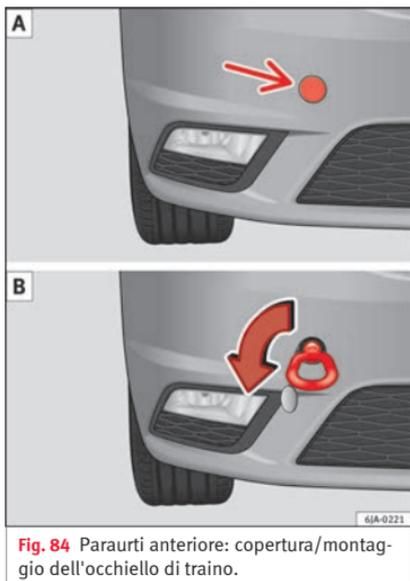

Fig. 84 Paraurti anteriore: copertura/montaggio dell'occhiello di traino.
- Premere sulla zona sinistra della copertura dove è situata la freccia »» **fig. 84** **A**.
- Avvitare a mano l'occhiello da traino girandolo a fondo verso sinistra »» **fig. 84** **B**.